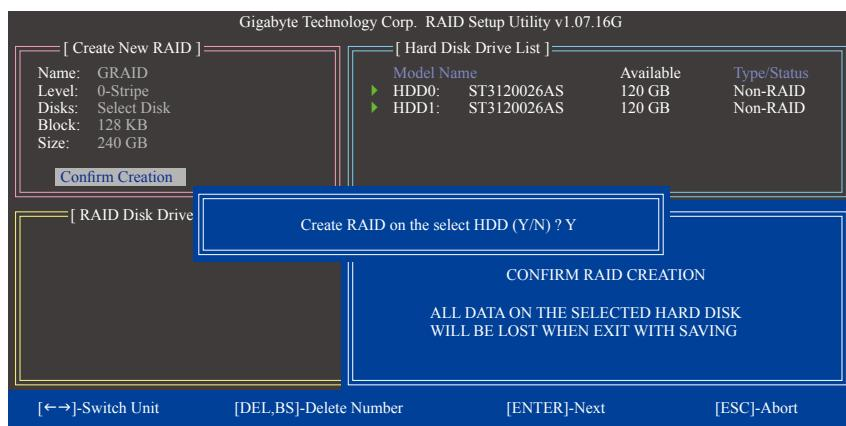

图7
- 确认建立磁盘阵列(Confirm Creation): 完成以上设置后光标将自动跳至「Confirm Creation」项目, 请按 $<\text{Enter}>$ 键, 当确认信息出现时, 确定制作磁盘阵列请按 $<\text{Y}>$, 取消请按 $<\text{N}>$ (图7)。